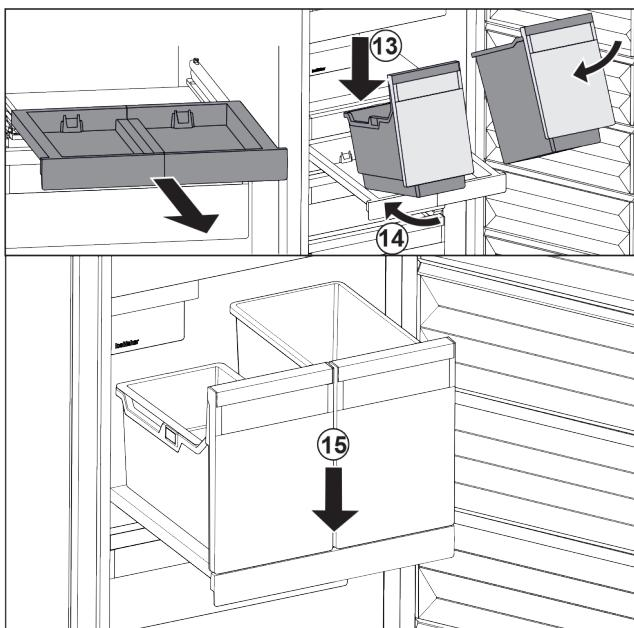

Fig. 105
- Встановити резервуар на витяжну панель навколо. Fig. 105 (13)
- Насунути резервуар навколо до заду. Fig. 105 (14)
- Резервуар опустити спереду. Fig. 105 (15)